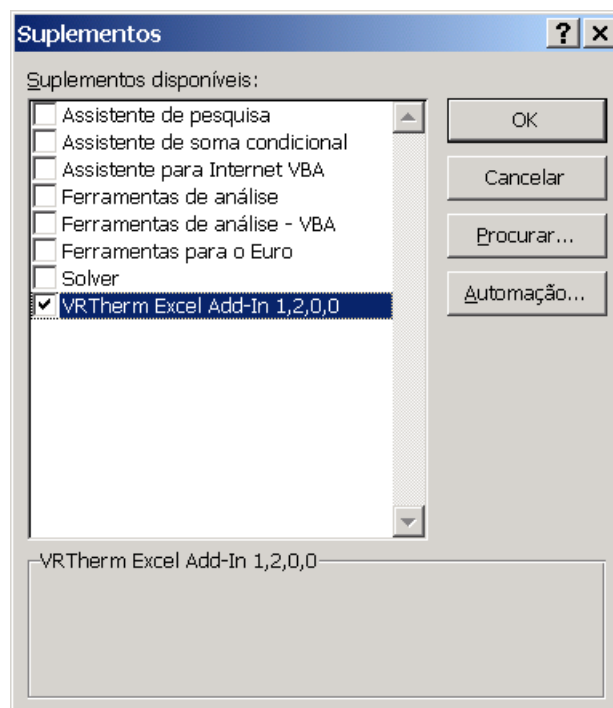

Figura 5.1: VRTherm Add-in selecionado.
- Após a seleção do suplemento assegure-se de que este está selecionado, como na apresentado na Figura 5.1